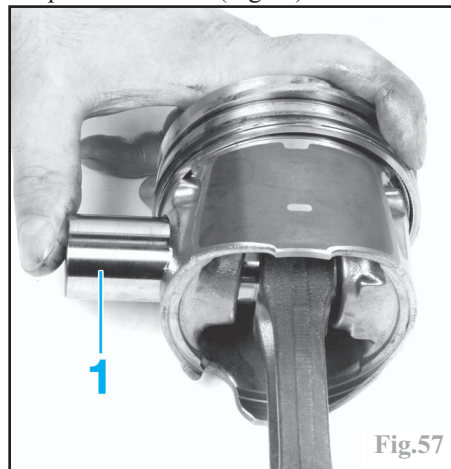
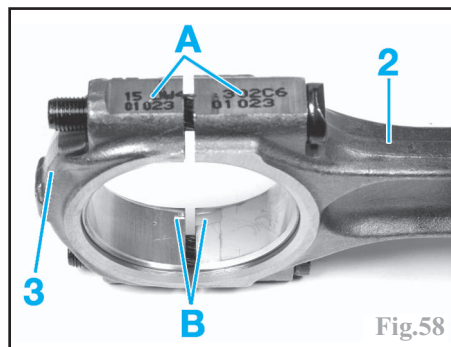

Fig.57
Fig.58
Effectuer l'assemblage de chaque ensemble bielle-piston, en huileant les axes (1) (Fig.57) en respectant le sens de montage de la bielle par rapport au piston. Les repères (A) doivent se trouver du côté échappement et correspondent à ceux des chapeaux de bielle (Fig.58).
Monter dans leur chapeau, les coussinets huileés suivant la classe déterminée pour chaque maneton. Ils doivent parfaitement être centrés sur la bielle (2) et le chapeau (3). Les encoches (B) doivent être alignées et se trouver au côté opposé aux repères (A) (Fig.58).